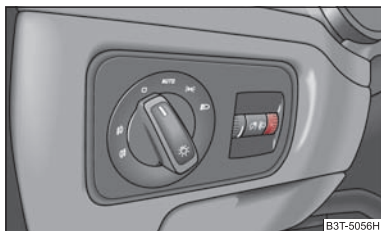

Abb. 50 Schalttafel: Leuchtwertenregulierung
- Drehen Sie den Drehregler \Rightarrow Abb. 50, bis das Abblendlicht so eingestellt ist, dass andere Verkehrsteilnehmer nicht geblendet werden.